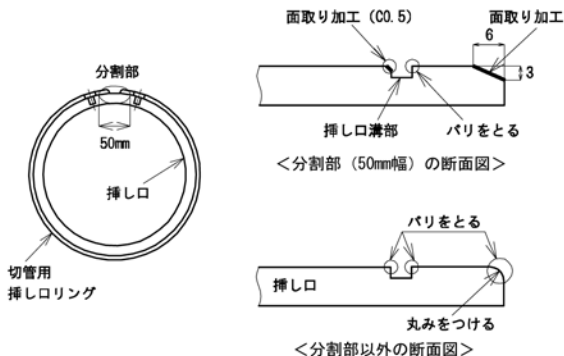

図75 挿し口のバリ取りおよび端面処理
- ③ やすりまたはグラインダ等を使用して、加工部に発生したバリを取る（図75）。呼び径300～450では、図75のように、切管用挿し口リングの分割部が位置する箇所（幅50mm）の挿し口端面に3×6mmの面取り、挿し口溝部にC0.5程度の面取りを行う。